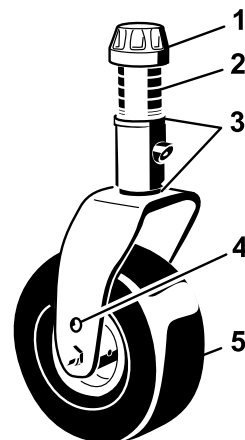

Рисунок 24
3. Снимите с вала поворотного колеса колпачковую гайку (Рисунок 24). и извлеките вал из рычага поворотного колеса. Поместите на вал поворотного колеса 2 регулировочные прокладки (3 мм), установленные первоначально. Наденьте на вал нужное число проставок на 1/2" для получения требуемой высоты скашивания.
4. Пропустите вал поворотного колеса через рычаг переднего поворотного колеса. Установите на вал регулировочные прокладки (как они были установлены первоначально) и остальные проставки. Установите колпачковую гайку для закрепления узла (Рисунок 24).